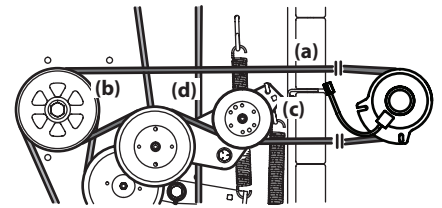

Figure 4-20
1. Retirez la courroie de la prise de force (a) du plateau de coupe comme indiqué dans la sous-section Démontage du plateau de coupe. Retirez ensuite la courroie de l'embrayage de la prise de force. Voir Figure 4-20.
2. Installez la courroie de la prise de force (a) comme indiqué à la Figure 4-20. Après avoir installé la courroie autour de la poulie de la prise de force (b), insérez un bras de force de 1/2 po dans le support de la poulie de tension (c), puis tournez-le vers la droite de l'appareil pour terminer l'installation de la courroie autour de la poulie de tension (d).